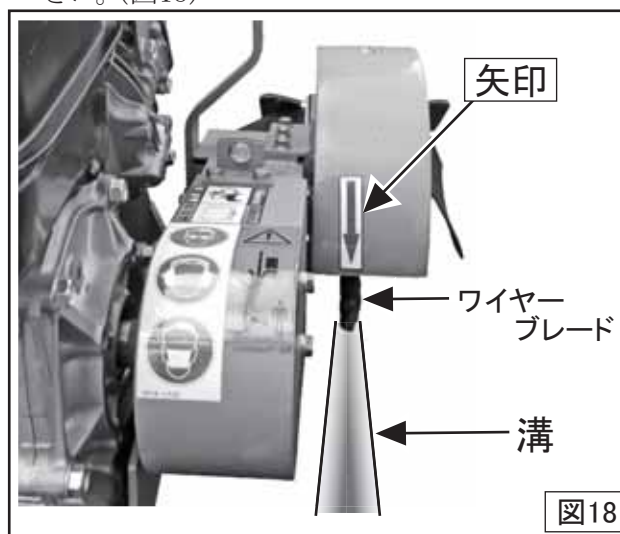

図18
- 1 ブレードカバー後部の矢印を溝に合わせてください。(図18)